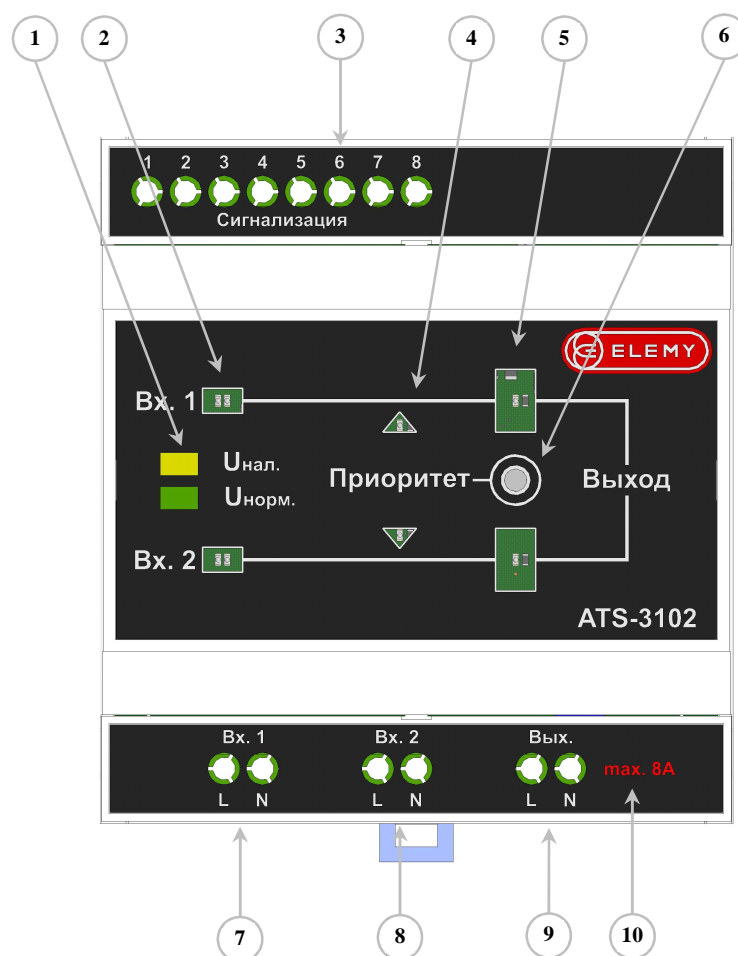

Рисунок 1 – Электронно-механический АВР ATS-3101, передняя панель:
3. Если дальше последовательно нажимать кнопку, будет происходить поочередное переключение режима приоритета, индикаторы «6» (рис.1) будут поочередно отображать режимы: приоритет ввода №1, приоритет ввода №2, нет приоритета миганием.